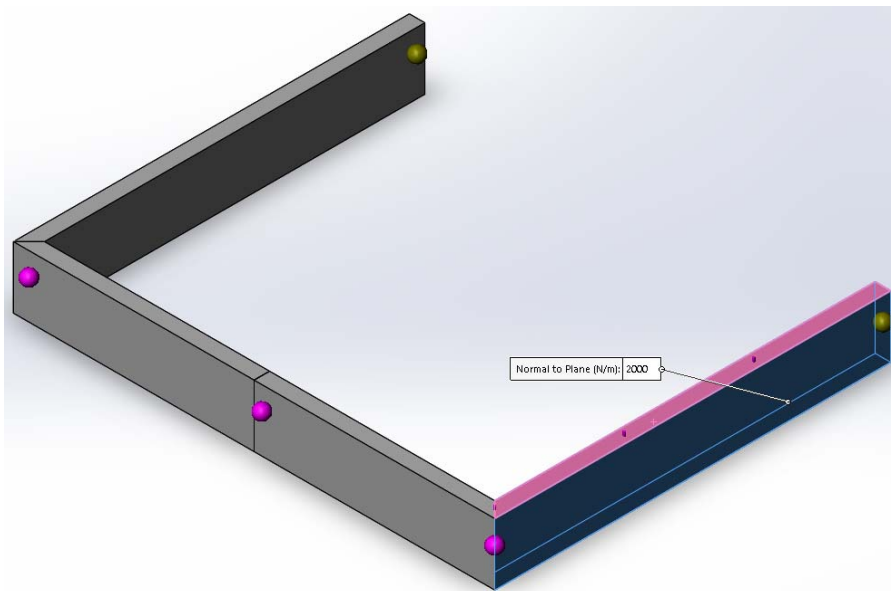

Рис. 4.79
– в закладці *Selection* (Выбор) обираємо  *Beams* (Балки), і в графічній області вибираємо елемент плоско-просторової системи, до якого прикладене розподілене навантаження (рис. 4.79);